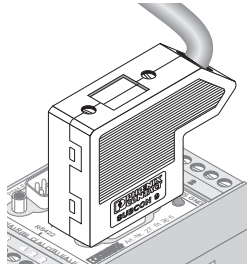

Fig.6
• **SUB-D plug connector (Fig. 6)**
• **Connecteur SUB-D (Fig. 6)**
• **Conector enchufable SUB-D (fig. 6)**